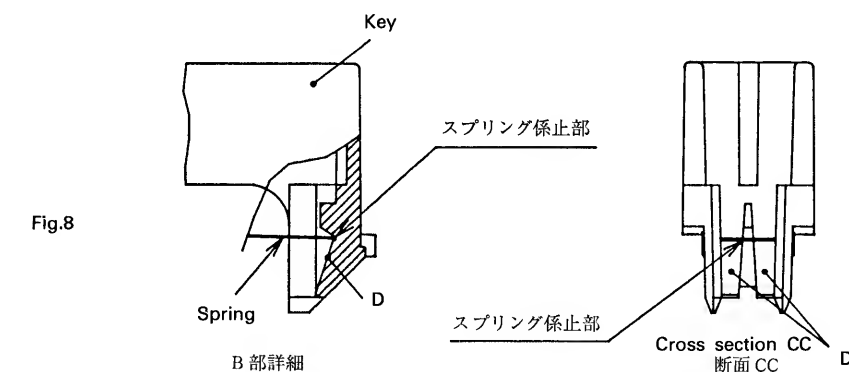

Fig.8
2. Referring to Fig.8, press the key in the direction of ④.
Firmly rest the spring on the spring dent (Fig.8). Don't let the spring stop at the slope D or the key touch will differ from the previous sensitivity.
注) スプリングを Fig. 8 に示すスプリング係止部に確実に係止しないと(斜面 D に止まる事がある)KEY タッチが変化してしまう。
2. スプリングを KEY スプリング係止部にあて (Fig. 8 参考) 方向 4 に KEY を押し込む。